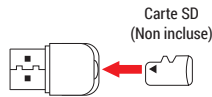

Figure 2: Lecteur de carte (non inclus)
2. Insérez la carte SD dans le lecteur de carte (non inclus) (Figure 2).